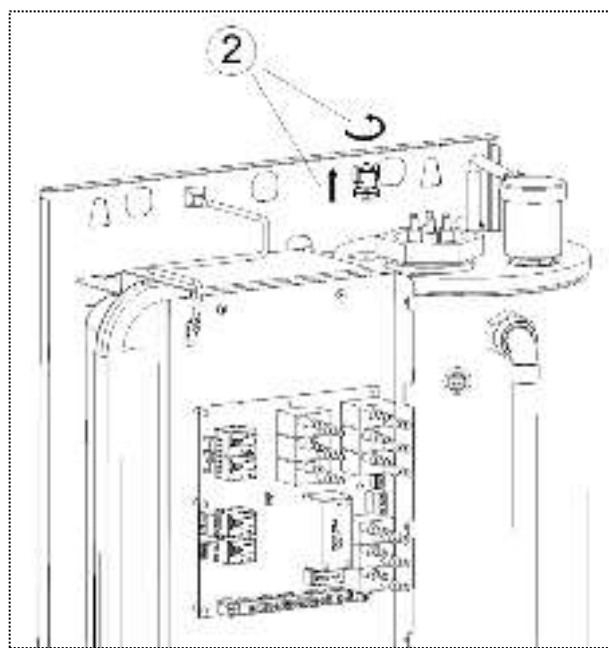

Рисунок 11. Замена аварийного термовыключателя
- 2) Выверните аварийный термовыключатель (см. рис. 11).